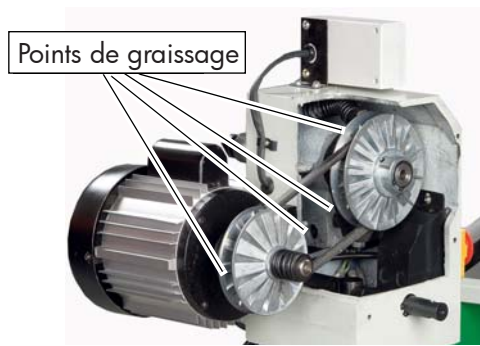

Fig. 9 : Points de graissage
**Les points de graissage sont indiqués sur la figure 9.**